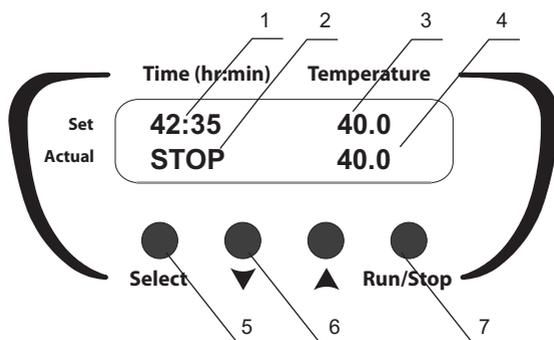

Рис. 1. Панель управления
- 4.3. Нажатием кнопки **Select** (рис. 1/5) выберите параметр, который необходимо изменить (каждое нажатие кнопки **Select** последовательно активирует установленные значения в верхней строке дисплея; активный параметр обозначается мигающей индикацией).
- 4.4. Кнопками ▲ и ▼ (рис. 1/6) установите необходимую температуру. Температура устанавливается с точностью до 0,1°C. Установленные значения отображаются в верхней строке дисплея (рис. 1/3). Если кнопка установки удерживается нажатой более 2 секунд, скорость смены значений увеличивается. Начинается нагрев термоблока. Текущие показания температуры отображаются в нижней строке дисплея (рис. 1/4).
- 4.6. Кнопками ▲ и ▼ (рис. 1/6) установите необходимый интервал времени. Время устанавливается с точностью до 1 мин. Установленное значение времени отображается в верхней строке дисплея (рис. 1/1). Если кнопка установки удерживается нажатой более 2 секунд, скорость смены значений увеличивается.
- 4.7. Нажмите кнопку **Run/Stop** (рис. 1/7). При этом начнется отсчет установленного интервала времени в нижней строке дисплея (рис. 1/2).
- 4.8. По истечении установленного интервала времени таймер подает звуковой сигнал, при этом на дисплее отображается мигающая индикация STOP. Нажмите кнопку **Run/Stop** (рис. 1/7) для прекращения сигнала.
Внимание! При остановке таймера не прекращается процесс нагрева/поддержания установленной температуры. Для прекращения нагрева необходимо кнопкой ▼ T,°C (рис. 1/6) установить значение температуры ниже 25°C (индикация OFF на дисплее, рис. 1/3).
- 5.2. Для введения калибровочного коэффициента надо активировать калибровочный режим – для этого клавишу **Select** (рис. 1/5) держите нажатой дольше 8 с. На дисплее появится калибровочный коэффициент, как показано на рис. 2/1.
- 5.3. **Восстановление заводских установок.** Чтобы восстановить заводские установки, в калибровочном режиме с помощью клавиш ▲ и ▼ (рис. 1/6) установите значение коэффициента 1.000, как показано на рис. 2/1. Нажмите клавишу **Run/Stop** (рис. 1/4) один раз, чтобы сохранить изменения и выйти из калибровочного режима.
- 5.4.4. Предположим, что показания независимого сенсора составляют 39°C, а текущая температура на дисплее – 40°C (рис. 1/4), то в этом случае необходимо добавить коррекцию 1°C.
- 5.4.5. Держите клавишу **Select** (рис. 1/5) нажатой более 8 с, чтобы активировать режим калибровки. Дисплей будет показывать параметры, изображенные на рис. 2.
- 5.4.6. Чтобы установить новое значение температуры, используйте показание температуры, умноженной на изменяемый коэффициент (рис. 2/3). С помощью клавиш **▲** и **▼** (рис. 1/6) измените коэффициент калибровки (рис. 3/1) так, чтобы новое значение температуры (рис. 3/2) соответствовало температуре независимого сенсора. В нашем примере коэффициент калибровки будет равен 0,974.
- 5.4.7. После калибровки нажмите клавишу **Run/Stop** (рис. 1/4) один раз, чтобы сохранить изменения и выйти из калибровочного режима.